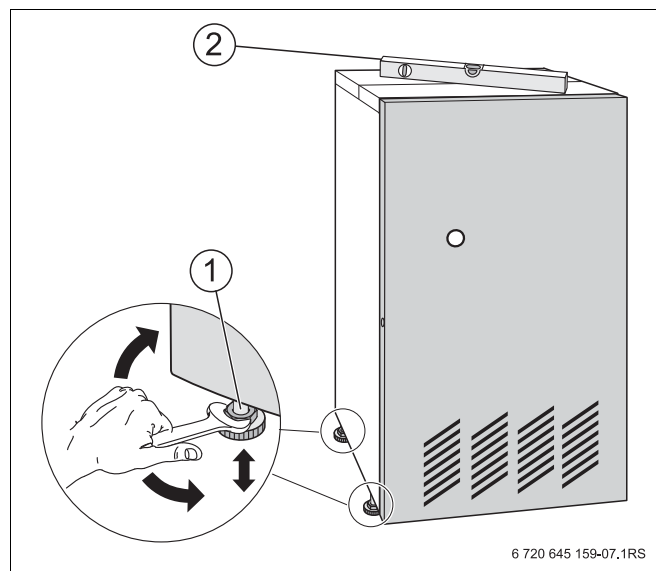

Рис. 7 Выравнивание отопительного котла опорными болтами
- По необходимости закручивайте или выкручивайте опорные болты (Рис. 7, поз. 1), чтобы с помощью уровня выровнять котел как в горизонтальной, так и в вертикальной плоскостях (Рис. 7, поз. 2).